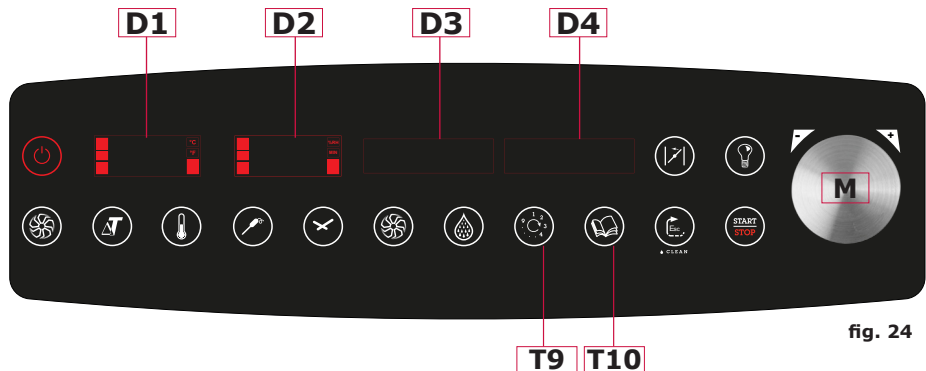

fig. 24
3. Presionar simultáneamente el pomo **M** (fig. 24) y el pulsador **T10** (fig. 24).
3. Presionar simultáneamente el pomo **M** (fig. 24) y el pulsador **T9** (fig. 24).